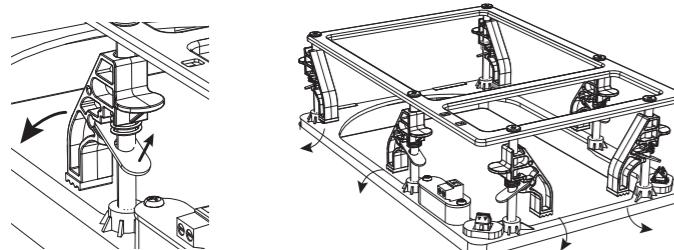
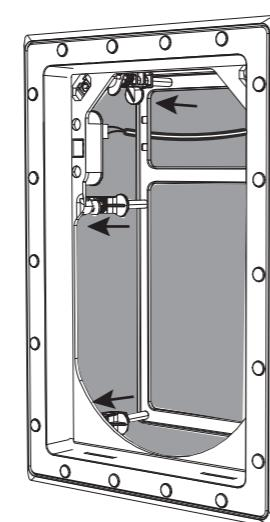

图 9. 从收起位置调整安装夹
图 11. 框架牢固地固定在墙上
- 到达框架内部，然后将安装夹旋转到“夹紧”位置，在这里它们可以向孔的后部施加夹紧力（图 9 和 10）。将框架按入并拧紧每个夹具，以便将框架固定到位（图 11）。